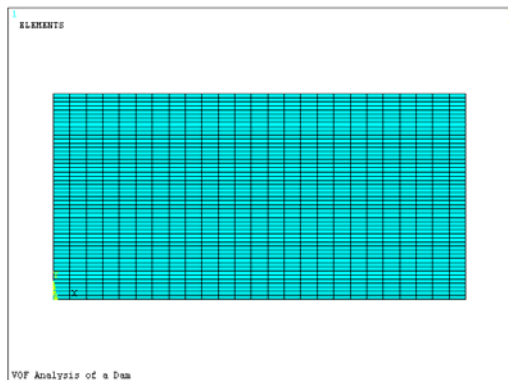

图 7-53 划分网格后的模型
⑨依次选择 Main Menu→Preprocessor→Meshing→Mesh→Areas→Mapped→3 or 4 sided，会弹出“Mesh Areas”对话框，单击“Pick All”按钮，划分的网格模型如图 7-53 所示。
⑩单击 ANSYS 工具条的“SAVE_DB”按钮保存数据。